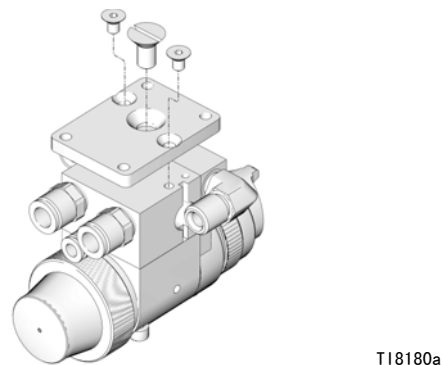

图 5：改装适配器托板
1. 用配件包随供的三个螺丝将适配器托板安装到歧管上（图 5）。